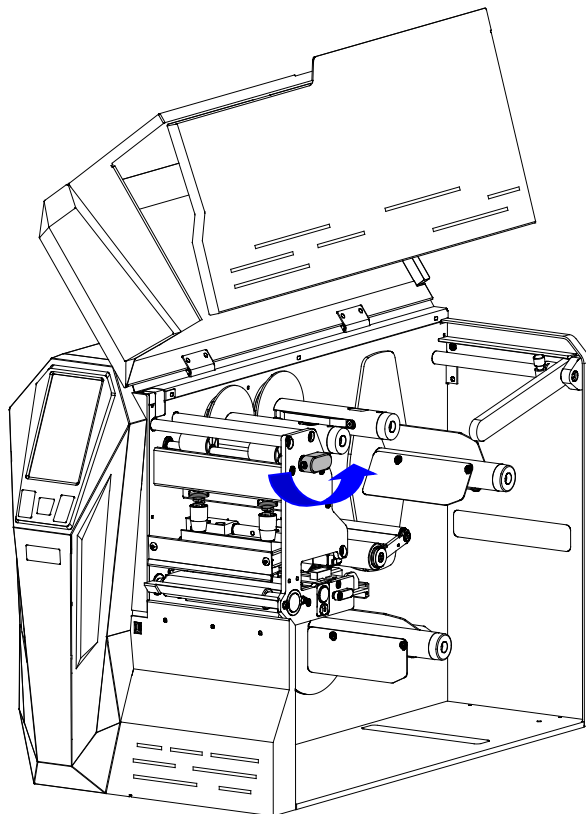

图 2-10 抬起打印头
1. 打开打印机上翻盖，沿 OPEN 方向转动手柄，抬起打印头，如图 2-10 所示。
- 观察标签上是否粘有碳带油墨，如果有油墨附着，则为外碳；如果没有，而将标签粘贴碳带内侧面，能粘上油墨，则为内碳。如图 2-10 所示。